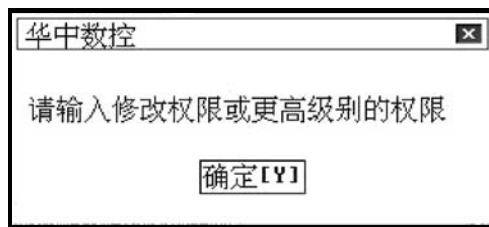

图 9.3.4 系统提示：修改参数前应先输入权限
- (5) 用▲、▼、Pgup、Pgdn 等键移动蓝色亮条到要查看或设置的选项处；
- (6) 如果之前没有输入权限或者输入的权限级别比设置修改此项所需的权限低，则只能查看参数，按 **Enter** 键，系统将弹出如图 9.3.4 所示的提示对话框；